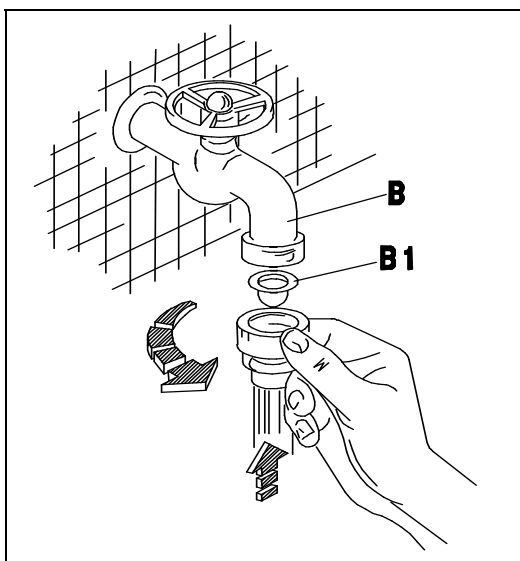
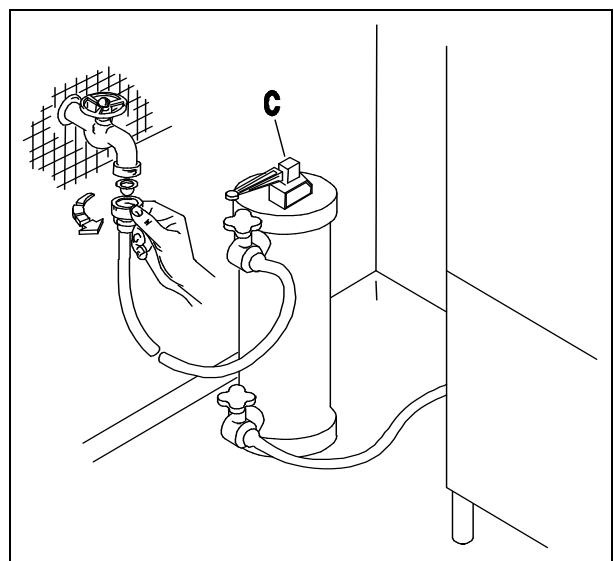
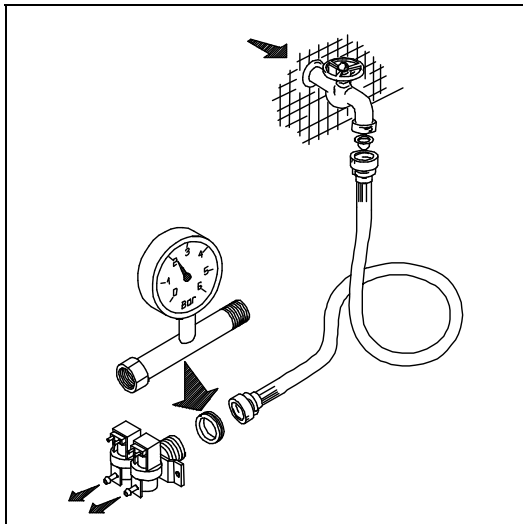
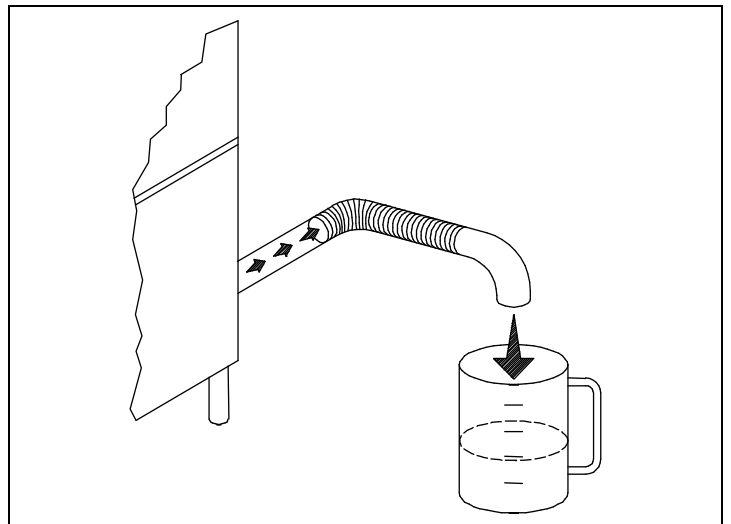

Рис. 2-2
Рис. 2-3
Рис. 2-4
Рис. 2-5
- Прибор предназначен для подключения к системе холодного или горячего водоснабжения (макс. 50÷55°C). При открытом клапане давление в системе должно иметь значение, указанное в Таблице 2-1. Давление необходимо измерять на впуске электромагнитного клапана (см. рис. 2-4). Водопроводные трубы должны иметь внутренний диаметр по меньшей мере 16/18 мм (см. рис. 2-5). Подсоедините подающую водопроводную трубу прибора к запорному крану (B), предпочтительно размещенному рядом с прибором и подходящему для специального фильтра (B1) (см. рис.2-2). Вверх по потоку от электромагнитного клапана машины рекомендуется установить водоумягчитель (C) (не поставляется) (см. рис. 2-3).
- The appliance is designed for connection to the cold or hot water supply (max. 50 55°C) at a mains pressure with the valve open as shown in Table 2-1. Pressure must be measured at the solenoid valve inlet (see fig. 2-4). The water pipes must have an internal diameter of at least 16/18 mm (see fig. 2-5). Connect the appliance water supply pipe to a cut-out tap (B), preferably placed close to the appliance, fitting the special filter provided (B1) (see fig. 2-2). We recommend fitting a water softener (C) (not provided) upstream from the machine solenoid valve (see fig.2-3).
- Das Gerät ist für den Anschluss an Warm-und Kaltwasser (max. 50+55°C) vorgesehen, wobei der Druck bei offenem Ventil dem in Tab2-1. Die Druckkontrolle muss am Eingang des Elektroventils erfolgen (siehe Bild 2-4). Die Wasserleitung muss einen Innendurchmesser von mindestens 16/18 mm aufweisen (siehe Bild 2-5). Den Zulaufschlauch des Gerätes an einen möglichst nahegelegenen Wasserhahn (B) anschliessen und den vorgesehenen Filter (B1) anbringen (siehe Bild 2-2). Der Einbau eines Etkalkers (C) wird empfohlen; dieser gehört nicht zur Ausstattung und muss vor dem Elektroventil der Maschine eingebaut werden. (siehe Bild 2-3).
- L'appareil peut être raccordé à l'eau froide ou chaude (50+55°C max) à une pression, soupape ouverte, comme indiqué dans le tableau 2-1. Le contrôle de la pression sera effectué à l'entrée de l'électrovanne (voir fig. 2-4). Les conduites d'eau auront un diamètre interne d'au moins 16/18 mm (voir fig. 2-5). Raccorder la conduite d'arrivée de l'eau de l'appareil à un robinet secondaire (B), installé si possible tout près de l'appareil, après avoir intercalé le filtre spécial fourni (B1) (voir fig. 2-2). Nous conseillons d'installer un adoucisseur (C) (non fourni) qui sera monté en amont de l'électrovanne de la machine (voir fig. 2-3).
- Este aparato se puede alimentar con agua caliente o fría (máx. 50 ÷ 55°C); la presión del agua con válvula abierta está indicada en la tabla 2-1; El control de la presión se debe efectuar en la entrada de la electroválvula (véase fig. 2-4). La tubería del agua debe tener un diámetro interior de 16-18 m. por lo menos (véase fig. 2-5). Conecte el tubo de alimentación del agua del aparato a un grifo de paso (B), que irá montado preferentemente muy cerca del aparato, tras interponer el filtro (B1) del equipamiento base (véase fig. 2-2). Es aconsejable instalar un descalcificador (C) (que no forma parte del equipamiento base). El descalcificador irá montado antes de la electroválvula de la máquina (véase fig. 2-3).
- O aparelho é predisposto para ser alimentado com água fria ou quente (máx 50-55°C), com uma pressão, com a válvula aberta, como indicado na Tab 2-1. O controle da pressão deve ser efetuado na entrada da electroválvula (ver figura 2-4). O tubo de água ou mangueira deve ter um diametro interno de pelo menos 16/18 mm (ver fig. 2-5). Conectar o tubo de alimentação de água do aparelho à uma torneira de fechamento manual (B), colocada de preferencia proxima ao aparelho, conectando o filtro em dotação (B1) (ver fig. 2-2). Aconselha-se a instalação de depurador (filtro) de águas duras (calcário) (C), o qual não é previsto no fornecimento da máquina, montado antes da entrada da electroválvula (ver fig. 2-3).
- Het apparaat is geschikt voor aansluiting op warm of koud water (max. 50+55°C), met een druk bij geopend ventiel zoals aangegeven in Tab. 2-1. De controle van de druk moet op de ingang van het elektroventiel gecontroleerd worden (zie afb. 2-4). De waterslang moet een inwendige diameter van ten minste 16/18 mm hebben (zie afb. 2-5). Sluit de watertoevoerslang van het apparaat aan op een afsluitkraan (B) die bij voorkeur dicht bij het apparaat geplaatst moet zijn en zet het speciale meegeleverde filter (B1) ertussen (zie afb. 2-2). Er wordt geadviseerd om een waterontharder (C) (niet meegeleverd) te installeren, die vóór het elektroventiel van de machine geplaatst moet worden (zie afb. 2-3).